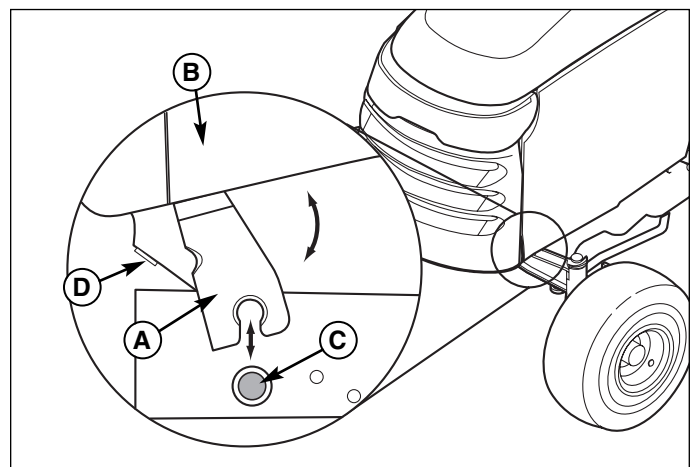

Figure 16. Dépose et pose du capot
1. Engager les pattes de pivotement (A, Figure 16) sur les broches (C).
2. Basculer le capot vers l'avant jusqu'aux butées (D).
3. Poser une douille avec ampoule (A) en l'enfonçant dans l'optique (B) et en tournant la douille vers la droite. Refaire la même chose de l'autre côté.